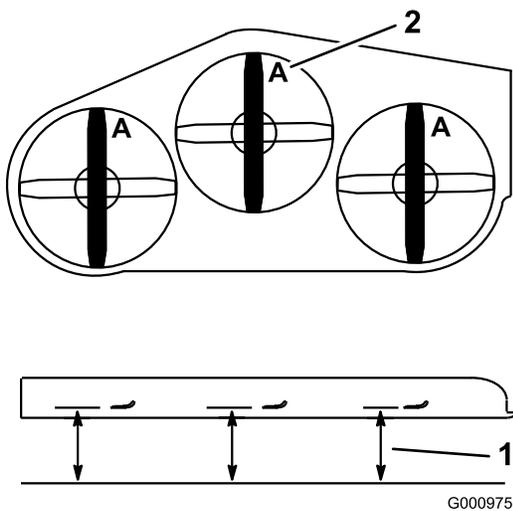

Рисунок 98
4. Измерьте высоту в точке **A** и от горизонтальной поверхности до режущей кромки на конце ножа (Рисунок 98).